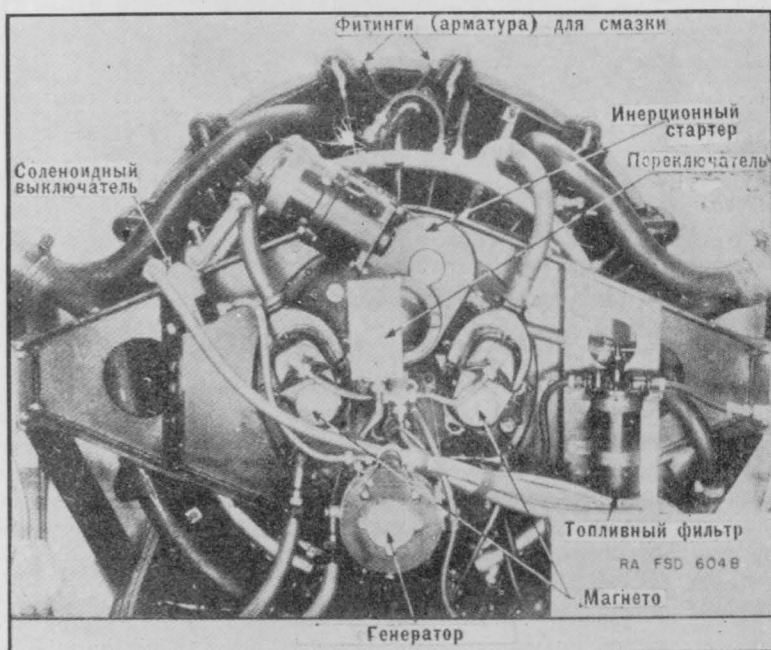

Рис. 8. Двигатель марки "Континенталь", модель R670. Вид сзади.
6. *Модель R-670.* (рис. 8). Эта модель является, по выпуску, самой ранней. Существует три серии двигателей этой модели — серия 3, серия 3с и серия 5. Различие между двигателями этих серий небольшое и заключается в следующем: